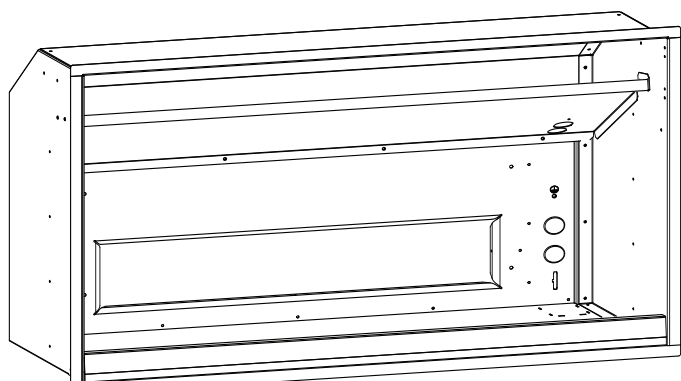

Figure 2 : Retrait de la pièce principale du bâti
- Enlevez la pièce principale du bâti (Figure 2).